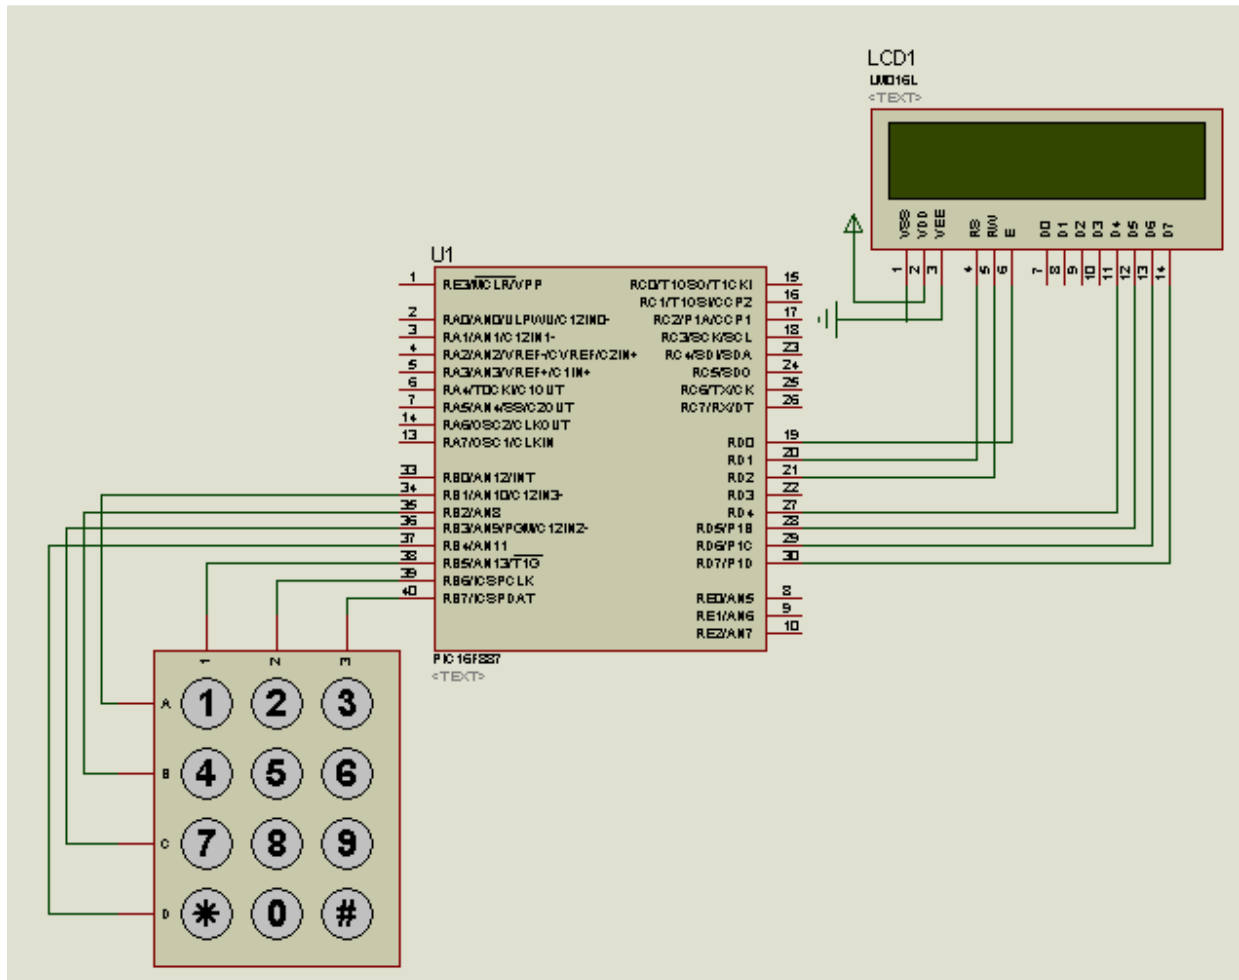

Figura 6.4
**Ejemplo 4. Armar el circuito de la figura 6.4 y probar el siguiente programa.**
Utilizando el Circuito de la figura 6.4 y el elemento actuador del circuito 6.3 (relevador), proponga un programa que inicie con el mensaje “Contraseña” y obtenga 3 dígitos de contraseña mediante el teclado, visualizando en un LCD uno a uno de los caracteres, al obtener los tres dígitos visualizar la contraseña y esperar un segundo para mostrar el mensaje “acceso” recorriéndolo a la derecha y activar el relevador durante 2 segundos, el caso de ser incorrecto que aparezca “denegado” recorriendo el texto a la derecha durante 2 segundos, al finalizar que aparezca el texto “Contraseña”.